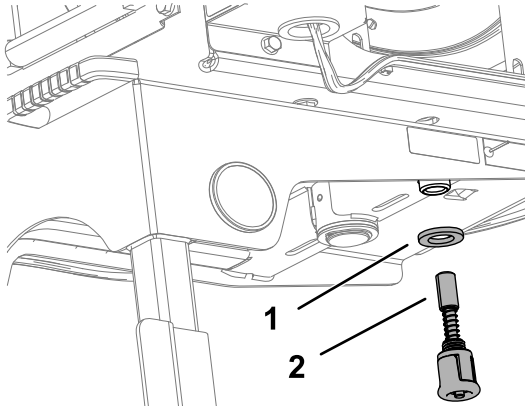

図 23
6. ホースリールフレームの下側に、ワッシャとスプリングピンを取り付ける 図 23。